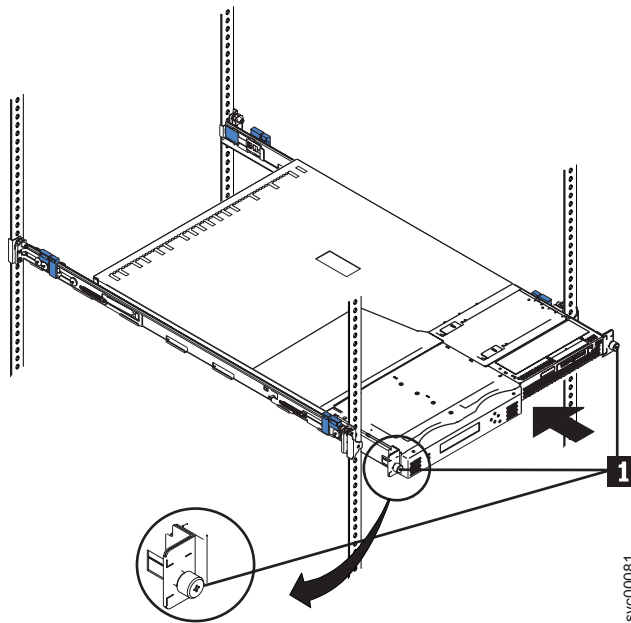

図 71. SAN ボリューム・コントローラー 2145-8F4 をラックに滑り込ませる
2. ラック前面にある 2 つのラッチをラッチして、SAN ボリューム・コントローラーをラックに取り付けます。(図 71 の **1**)。
注: レール・アセンブリーの前面の外観は、図 71 に示す前面とは異なります。